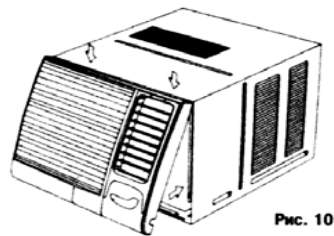

Рис. 10
1. установите переднюю панель (рис.10)